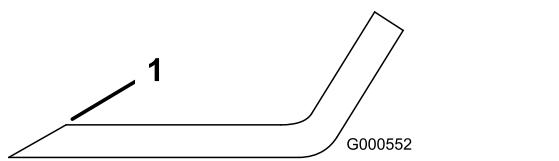

Рисунок 70
1. Заточите напильником режущую кромку на обоих концах ножа (Рисунок 70).
Примечание: Если нож не сбалансирован, удалите некоторое количество металла только с конца области загиба (Рисунок 70).